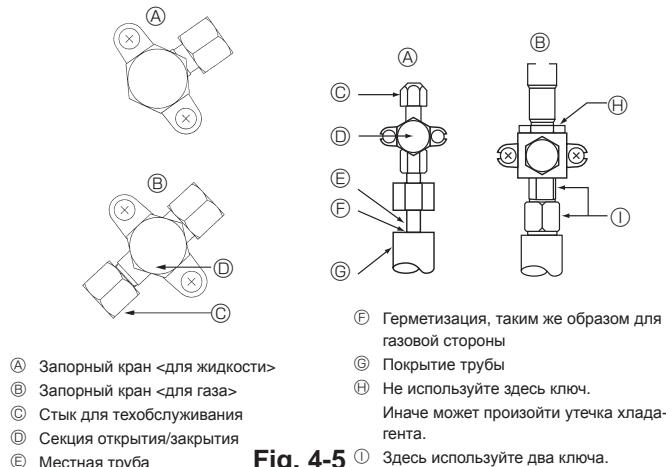

Fig. 4-5 ①
4.4. Метод проверки герметичности трубопровода хладагента (Fig. 4-5)